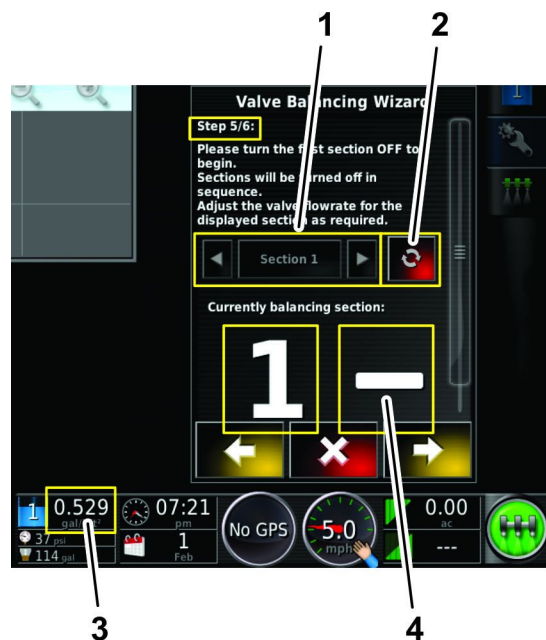

Bild 145
- Die Dosierung für das Abschnittsventil ist zu hoch (Bild 145).
- Tippen Sie auf das Ein/Aus-Symbol (Bild 145), um das Abschnittsventil abzustellen (Rot).
- A. Tippen Sie auf das Ein/Aus-Symbol (Bild 145), um das Abschnittsventil abzustellen (Rot).